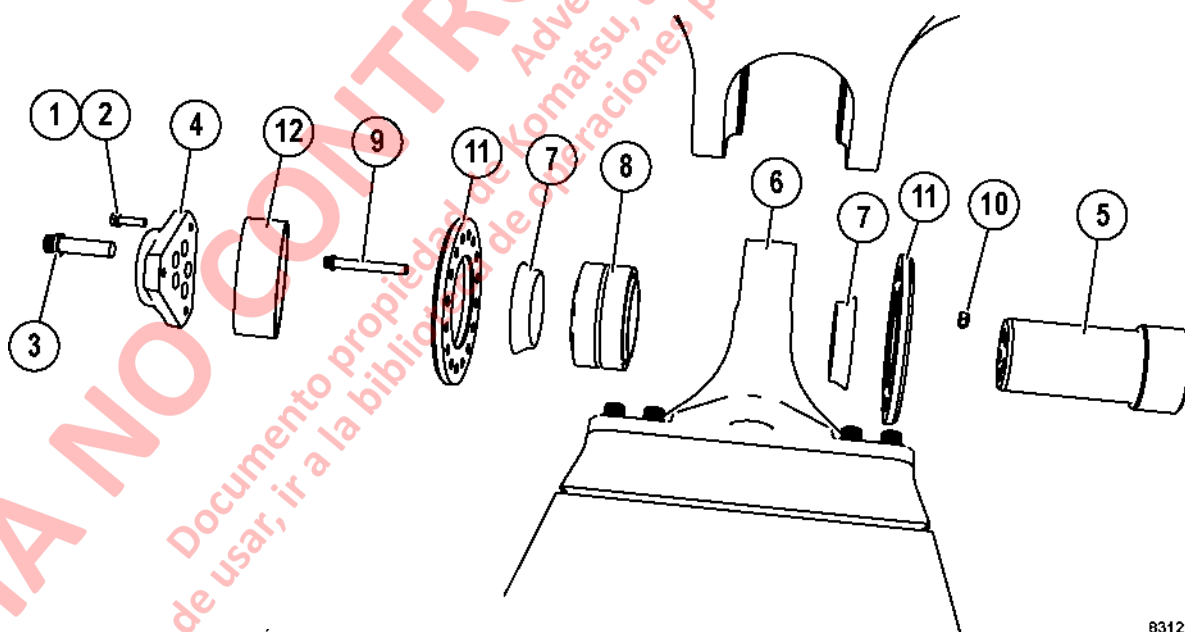

FIGURA 4-1. INSTALACIÓN DE PASADOR DE PIVOTE
9. Retire los tres pernos (1, figura 4-1) y arandelas de seguridad (2).
10. Retire los 5 pernos (3.). Retire la placa de bloqueo (4).
11. Instale un extractor usando los orificios roscados en la cabeza del pasador de pivote (5). Saque el pasador de pivote (5).
1. Saque los pernos (9, Figura 4-1) y las tuercas fijadoras (10).
2. Saque los retenes del rodamiento (11).
3. Prepare una herramienta apropiada para presionar el rodamiento esférico (9) desde el ojal de pivote.
1. Prepare una herramienta apropiada para presionar el rodamiento esférico (9, Figura 4-1) en el ojal de pivote (6). Asegúrese que el rodamiento esté centrado y debidamente instalado en el ojal de pivote para permitir una lubricación apropiada.
2. Instale los retenes del rodamiento (11) usando pernos (9) y tuercas fijadoras (10). Apriete los pernos a torque estándar.